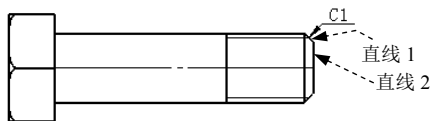

图 9.5.12 标注倒角尺寸
下面以图 9.5.12 为例, 说明标注倒角尺寸的一般操作步骤。
Step3. 在系统 **选择倒角的边线、参考边线, 然后选择文字位置** 的提示下, 依次选取图 9.5.12 所示的直线 1 和直线 2。
- : C 距离，如图 9.5.12 所示。